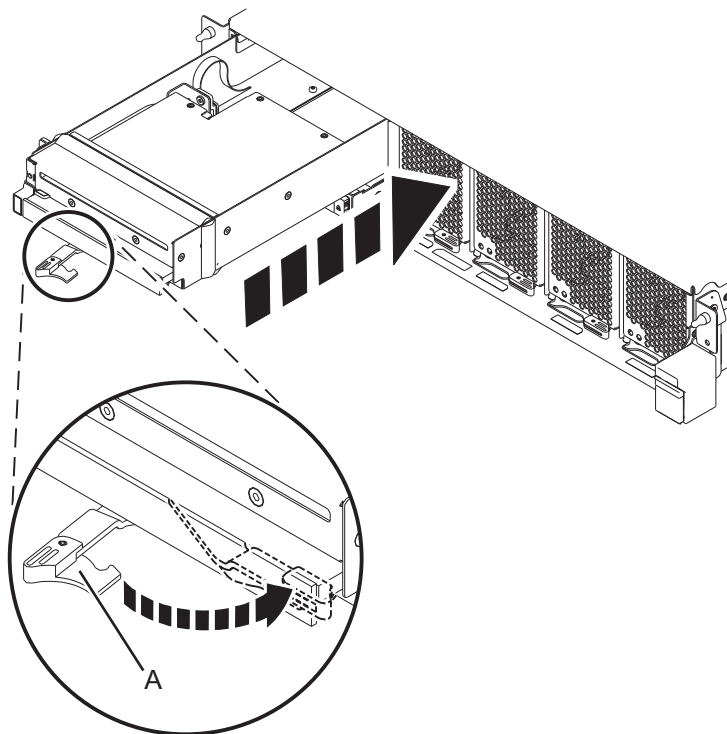

Figura 3. Instalar um Dispositivo de suporte Slimline numa unidade de controlo do sistema 9080-MHE, 9080-MME, 9119-MHE ou 9119-MME
- a. Certifique-se de que a pega do dispositivo de suporte Slimline (**A**) é rodada para a posição de abertura, tal como é demonstrado em Figura 3 na página 7.
- c. Deslize o dispositivo para o sistema e rode a pega (A) na direcção apresentada até que o trinco fique bloqueado no sítio.